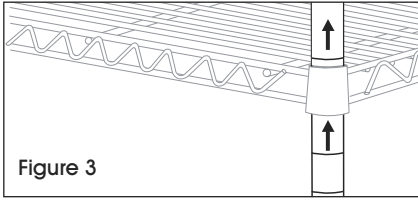

Figure 3
- Faites glisser le montant sous la partie inférieure de la tablette jusqu'à ce que la tablette se fixe fermement en place sur les supports. (Voir Figure 3)